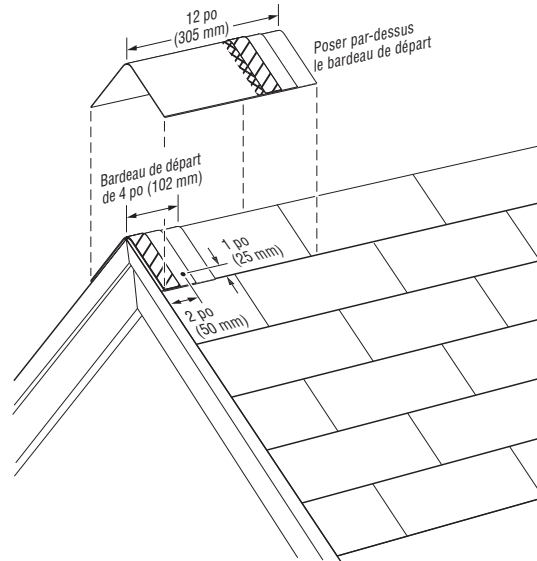

Figure 12-19 : Poser un bardeau de faîtage entier par-dessus le bardeau de départ.
**REMARQUE :** Chaque bardeau de recouvrement comporte un cran d'alignement sur le bord supérieur afin de centrer la pièce sur le faîte et deux crans d'alignement de chaque côté pour indiquer l'exposition requise et la position des lignes ombrées (*figure 12-19*). Les crans latéraux de la pièce à poser doivent être alignés avec le bord supérieur de la pièce posée précédemment.
Poser les bardeaux ordinaires jusqu'à l'arête ou le faîte des deux côtés et les tailler à égalité. S'assurer que les bardeaux Cedar Crest couvriront adéquatement le dernier rang de bardeaux des deux côtés de l'arête ou du faîte. Préparer un bardeau de départ de 4 po (10 cm) en retranchant une section de 8 po (20 cm) de la partie inférieure à granules colorées d'un bardeau Cedar Crest. Poser la pièce de départ de 4 po (10 cm) avec la section superposée relevée par-dessus le coin inférieur de l'arête ou sur un bout ou l'autre du faîte, en surplombant le coin ou le bout d'environ 1/2 po (1,3 cm) et en pliant le bardeau de départ le long de la ligne centrale pour le former en position (voir figure 12-19). Planter un clou de chaque côté à environ 2 po (5 cm) en haut du bord exposé du bardeau de départ et à 1 po (2,5 cm) de chacun des côtés du bardeau.